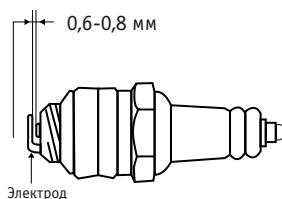

Рис. 14
3. Измерьте зазор между электродами специальным щупом. Исправьте при необходимости, согбая боковой электрод. Зазор должен быть установлен в 0,6-0,8 мм (**рис. 14**).